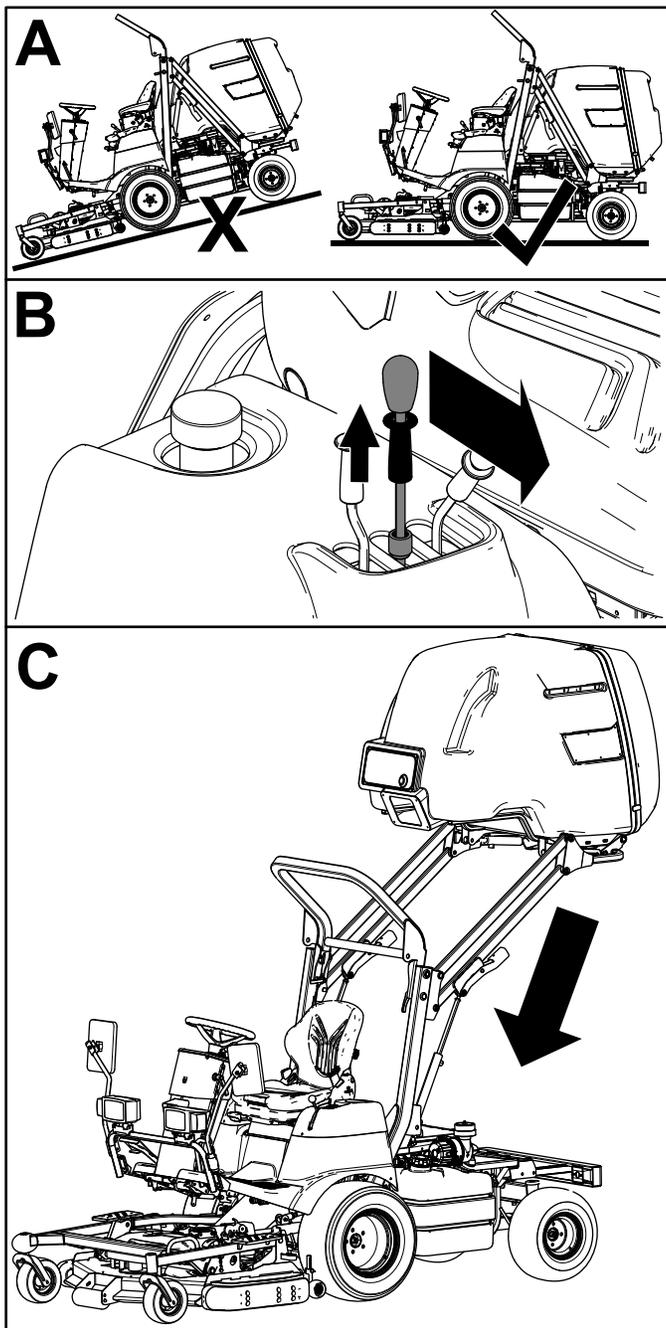

Figura 24
2. Puxe o aro de bloqueio da alavanca de elevação da tremonha para cima e mova a alavanca totalmente para a frente para descer a tremonha (Figura 24).